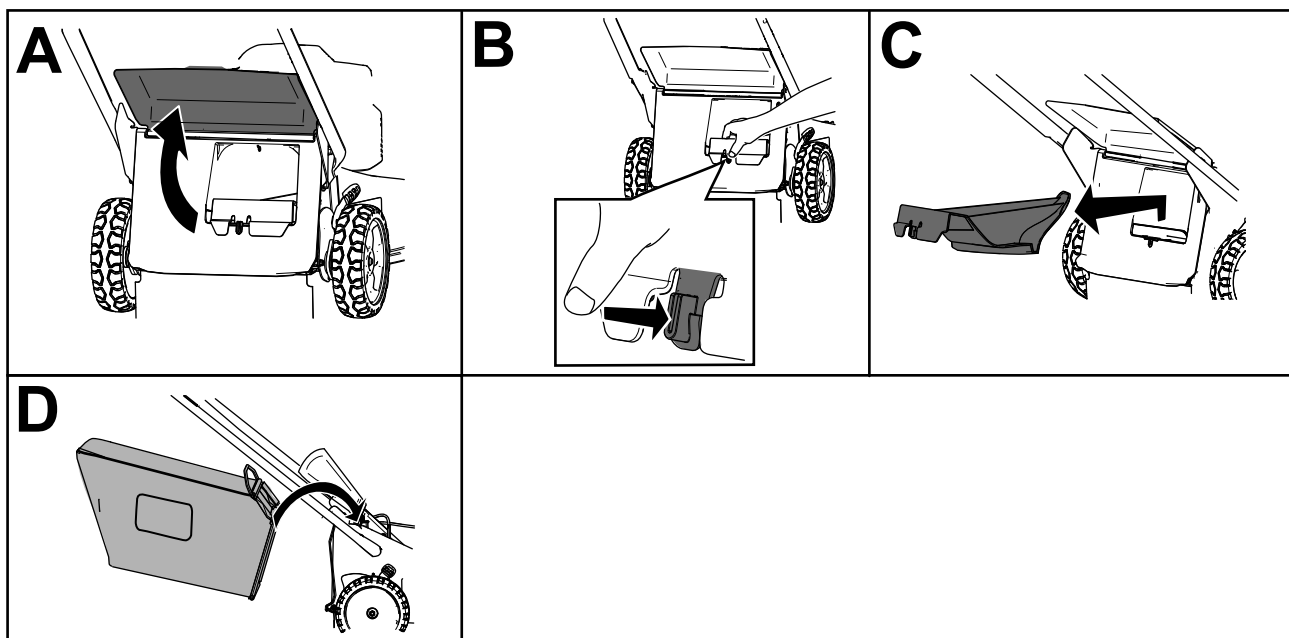

Figura 18
Notă: Pentru a debloca capacul, rotiți maneta de pe capac la dreapta (Figura 18).
3. Ridicai i meninei ridicat deflectorul spate (A din Figura 18).
4. Îndepărtați capacul evacuării posterioare prin împingerea înăuntru cu degetul a clichetului i îndepărtarea capacului de pe maină (B i C din Figura 18).
5. Instalai capetele tijei sacului în canelurile de la baza mânerului i deplasai sacul înainte i înapoi, pentru a vă asigura că ai fixat capetele tijei sacului pe părțile inferioare ale celor două caneluri (D din Figura 18).
3. Scoateți tija sacului pentru iarbă din canelurile de la baza mânerului (A din Figura 18).
4. Montați capacul evacuării (B din Figura 18).
5. Coborâți deflectorul spate (C din Figura 18).